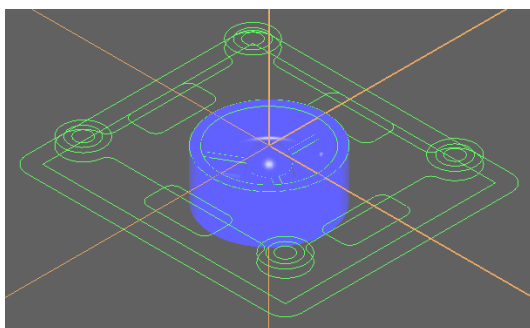

图 7-5 零件 1 的 CAD 建模
11) 新建层：3，设定名称：“surface”，颜色为“9 号蓝色”，将第 3 层设为当前层。在“绘图”菜单里，单击“曲面”“由实体产生”，选择上述所建的实体，产生曲面，并关闭第 2 层，最终建模效果如图 7-5 所示。